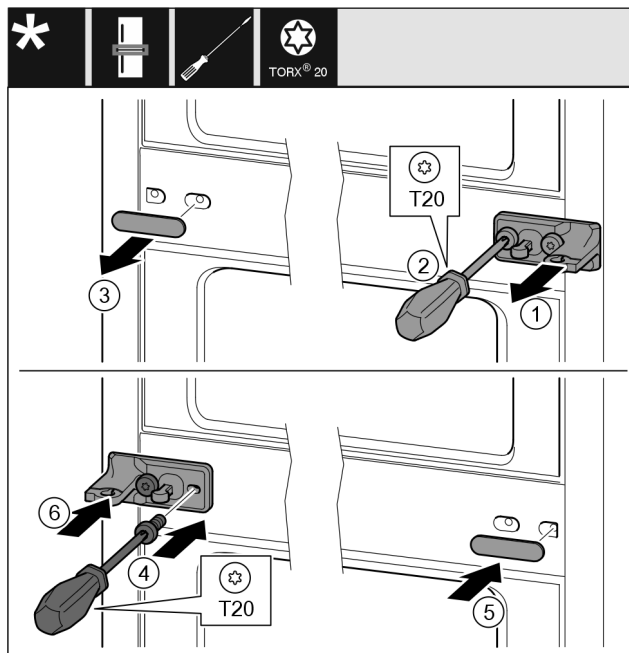

Fig. 33
- ▶ Retirar la arandela. Fig. 33 (1)
- ▶ Desenroscar los tornillos con el destornillador T20. Fig. 33 (2)
- ▶ Retirar cuidadosamente la cubierta. Fig. 33 (3)
- ▶ Atornillar firmemente el soporte de apoyo con la lámina girado 180° en el otro lado. Fig. 33 (4)
- ▶ Colocar la cubierta girada 180° en el otro lado. Fig. 33 (5)
- ▶ Desplazar la arandela desde delante. Fig. 33 (6)